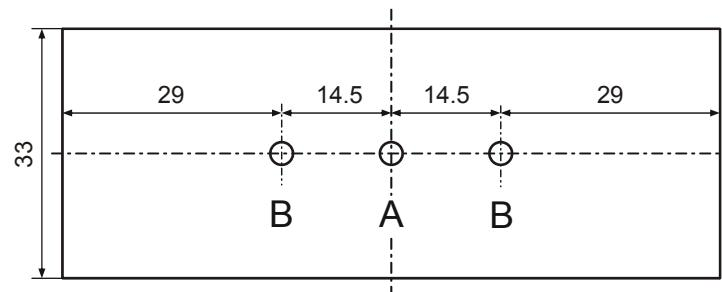
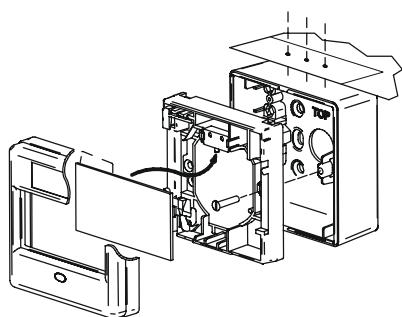
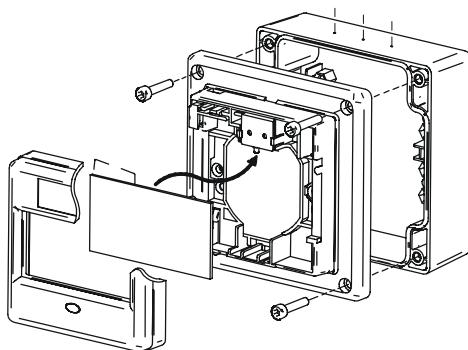

Fig. 3
Fig. 4
Fig. 5
If you are using a back box, you will have to determine the positions for the feeding openings. With the FDM225, if these openings shall be positioned at the top or bottom, you will have to determine them by means of the template (Fig. 3 and Fig. 4). With the FDM226, the positions are indicated on the back box.
4. Fix the call point unit to the back box. The required screws are located below the cover (Fig. 4 and Fig. 5).
5. Assemble the manual call point (Fig. 4 and Fig. 5).
Falls Sie einen Gehäuseboden verwenden, müssen Sie die Positionen der Zuleitungsöffnungen bestimmen. Falls diese oben oder unten sind, müssen Sie diese beim FDM225 mit Hilfe der Bohrschablone (Fig. 3 und Fig. 4) festlegen. Beim FDM226 sind die Bohrstellen auf dem Gehäuseboden markiert.
4. Befestigen Sie den Schalteinsatz im Gehäuseboden. Die erforderlichen Schrauben befinden sich unter der Abdeckung (Fig. 4 und Fig. 5).
5. Bauen Sie den Handfeuermelder zusammen (Fig. 4 und Fig. 5).
Si vous utilisez un fond de boîtier, vous devez déterminer les positions des orifices des câbles d'alimentation. Si ceux-ci sont en haut ou en bas, vous devez les déterminer à l'aide du gabarit de perçage (Fig. 3 et Fig. 4). Avec le FDM226, les emplacements de perçage sont marqués sur le fond de boîtier.
4. Fixez l'unité de commutation sur le fond de boîtier. Les vis requises à cet effet se trouvent sous le cache (Fig. 4 et Fig. 5)
5. Remontez le déclencheur manuel (Fig. 4 et Fig. 5).
Si utiliza una carcasa, deberá determinar las posiciones de las aberturas para las líneas de alimentación. En el modelo FDM225, si las aberturas se hallaran en la parte superior o inferior, deberán determinarse utilizando la plantilla (Fig. 3 y Fig. 4). En el FDM226 las posiciones están indicadas en la carcasa.
4. Fije la electrónica de pulsador en la carcasa. Los tornillos necesarios se hallan bajo la cubierta (Fig. 4 y Fig. 5).
5. Ensamble el pulsador manual (Fig. 4 y Fig. 5).
Se si utilizza la cassetta posteriore, è necessario individuare le posizioni delle aperture per l'alimentazione. Se queste si trovano sulla parte superiore o inferiore, è necessario individuarle sul modello FDM225 con l'aiuto del modello (Fig. 3 e Fig. 4). Nel modello FDM226 le posizioni sono indicate nella cassetta posteriore.
4. Fissare l'unità interna pulsante al contenitore pulsante. Le viti necessarie si trovano dietro alla copertura (Fig. 4 e Fig. 5).
5. Assemblare il pulsante manuale (Fig. 4 e Fig. 5).